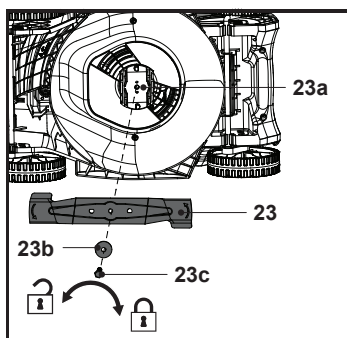

Fig. 20
5. Substitua a lâmina de corte (23) por uma nova do mesmo tipo. Verifique primeiro o estado do suporte da lâmina (23a) no fuso e, em seguida, fixe a lâmina de corte (23) no suporte da lâmina (23a), alinhando-a com os padrões no suporte da lâmina (23a), fixe o conjunto com a anilha côncava (23b) e o parafuso de fixação (23c) e aperte manualmente.
6. Segure firmemente a lâmina de corte (23) com uma mão protegida com uma luva resistente e/ou com um pau de madeira e aperte o parafuso de fixação (23c) para a direita com um binário mínimo de 25 Nm e máximo de 35 Nm para garantir um funcionamento seguro da máquina (Fig. 20).